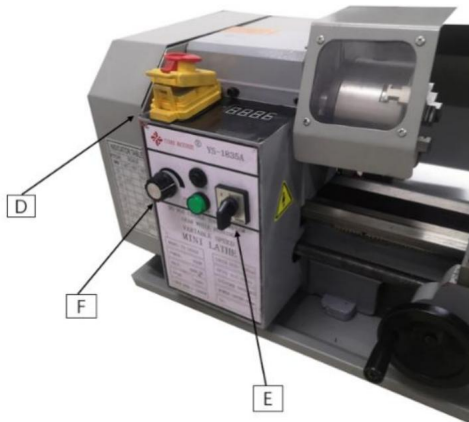

Abb. 9
1. Notruftaste: 0N/OFF-Schalter (D, Abb. 9)
2. Umschalter (E, Abb. 9)
3. Schalter zur variablen Geschwindigkeitsregelung (F, Abb. 9)